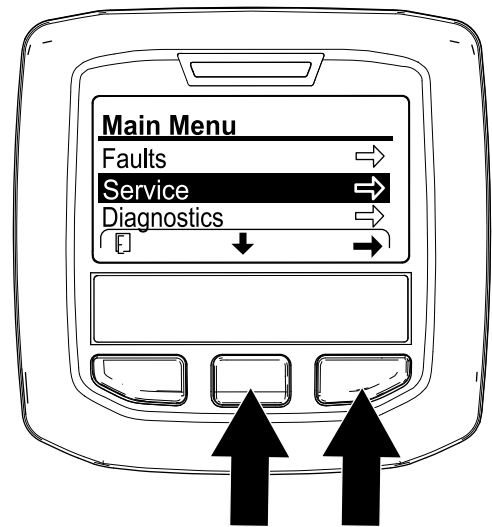

Figura 177
4. En el InfoCenter, desplácese hasta el MENÚ PRINCIPAL (Figura 177).